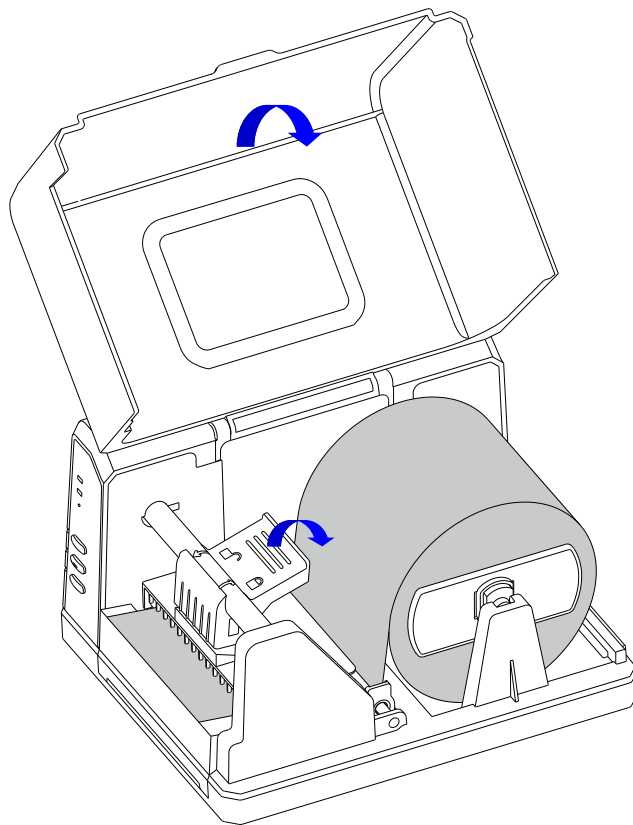

图 2-8
5. 压下打印头压臂，合上右盖，纸卷安装完成。如图 2-8 所示。